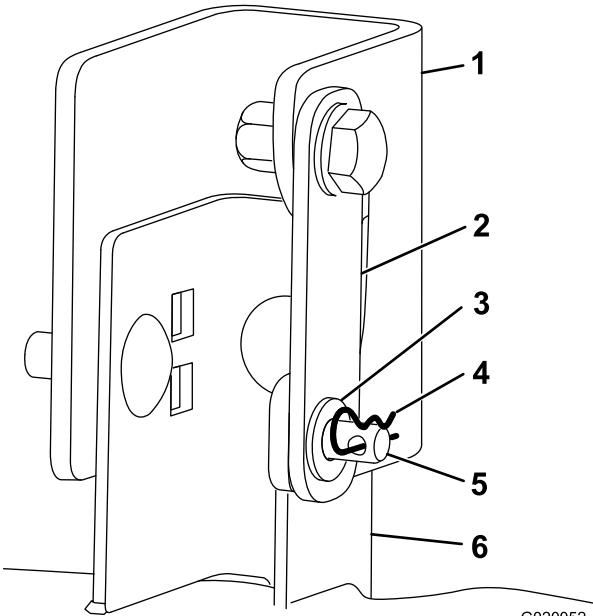

Figura 38
7. Retire la chaveta y la arandela del pasador de horquilla que pasa por la pletina de suspensión y el soporte de la carcasa en un lado de la carcasa de corte. Haga lo mismo en el otro lado (Figura 37 y Figura 38).
8. Eleve un poco la parte trasera de la carcasa para aliviar la presión sobre los pasadores de horquilla, y retírelos (Figura 37 y Figura 38).
8. Gire cada soporte de la carcasa hasta que el taladro del extremo suelto esté alineado con el taladro de la pletina de suspensión (Figura 38).
9. Instale el pasador de horquilla a través de los soportes en cada lado; luego, instale las arandelas y las chavetas en los pasadores de horquilla (Figura 38).